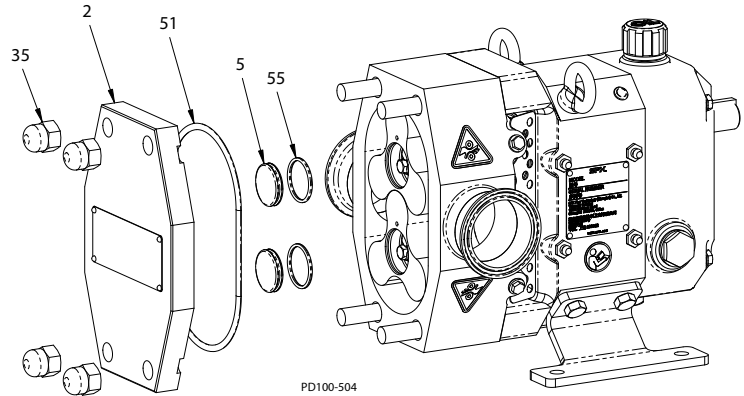

Abb. 65- Abdeckung montieren
1. Platzieren Sie den Schraubkappen-O-Ring (Abb. 65, Einzelheit 55) in Schraubkappe (Pos. 5) und montieren Sie diese in der Rotorbohrung. Der O-Ring schnappt dabei in die Nut in der Rotorbohrung ein.